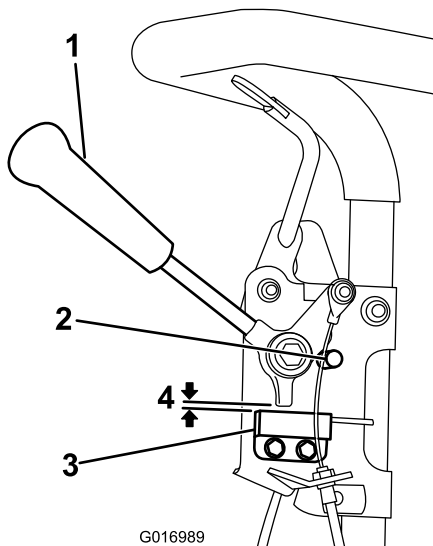

図 33
1. エンジン停止、走行レバーが解除されてニュートラルストップにあることを確認する（図 33）。
2. インタロックスイッチを固定しているねじをゆるめる（図 33）。
3. 走行レバーとインタロックスイッチとの間に厚さ 0.812 mm のすきまゲージをはさむ（図 33）。